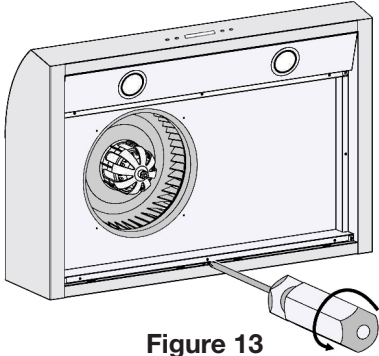

Figure 13
- Retirer les huit vis 4 x 8 mm qui retiennent la plaque à la hotte (voir les figures 13 et 14).